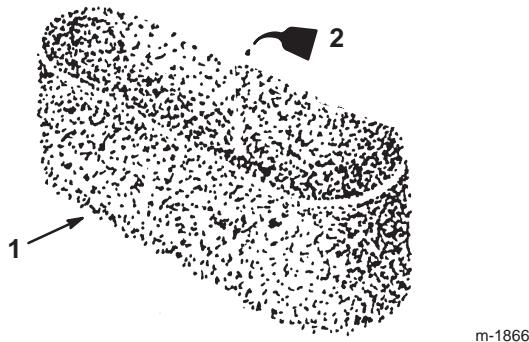

Bild 23
- C. Gießen Sie 30 oder 60 ml des Öls auf den Einsatz (Bild 23) und drücken Sie ihn zusammen, um das Öl zu verteilen.